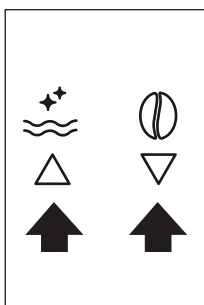
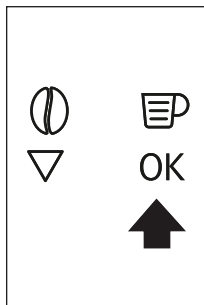

Abb. 9
Abb. 10
- ▶ Zum Einstellen der Sprache verwenden Sie die Symbole \triangle ∇ (B7 und B8) um die gewünschte Sprache auszuwählen (Abb. 9). Wenn die Meldung „DRÜCKEN SIE OK, UM DEUTSCH AUSZUWÄHLEN“ angezeigt wird, drücken Sie 3 Sekunden lang das OK Symbol (B9) (Abb. 10), bis „DEUTSCH INSTALLIERT“ angezeigt wird.
- ▶ Drücken Sie die Sensortaste OK (B9) (Abb. 10). Nach wenigen Sekunden tritt am Auslauf etwas Wasser aus.